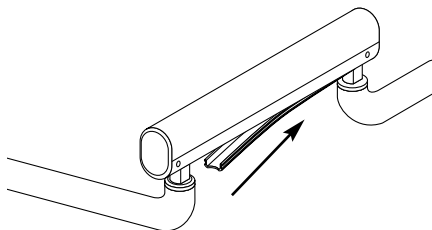

Figure 20. Remettre en place le cache en vinyle
6. Remonter le cache en vinyle souple (voir figure 20). Le cache se positionne facilement en place. Commencer par insérer un coin du cache dans le bras et appuyer vers l'extrémité du bras jusqu'à ce que le cache se mette en place.